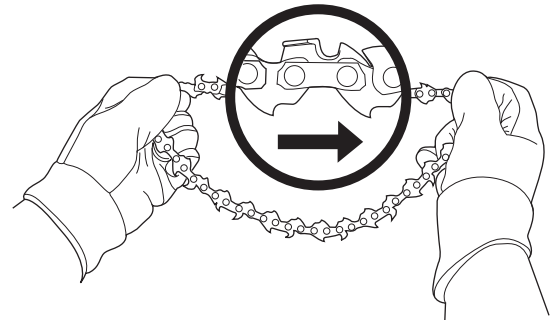

Fig. 11
- Installez la nouvelle chaîne dans la rainure de la tige de guidage avec les bords de coupe de la scie à chaîne orientée dans la direction de rotation (Fig. 11).